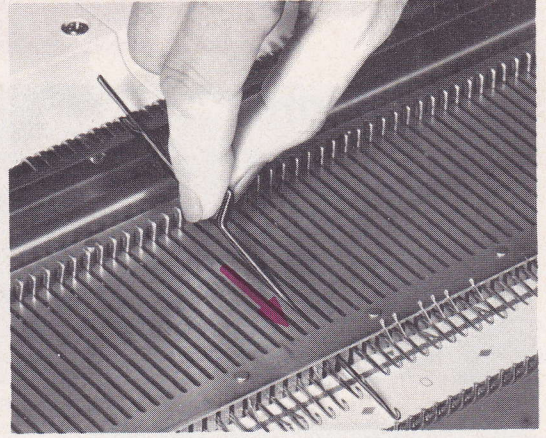

Fig. 205
- Insérer la nouvelle aiguille dans la fente en commençant par le crochet **clapet ouvert** (fig. 205),